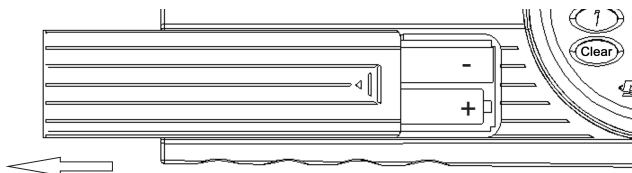

图5 电池盒的开启
- ☐ 将保险柜内的4节5号电池取出，按照第4页图5所示，开启电池盒盖，按照电池盒内极性标记装入电池后将盒盖复位。
- ☐ Take out four AA batteries from inside the safe and remove the battery compartment cover (Figure 5, P.4), then install the batteries properly into the compartment and replace its cover.
按图 5 所示方向移动电池盒盖并取下，按所示电池极性标记装入新的电池，盖上电池盒盖并移动到位。
电池极性不正确或电池不符合标准	按照图5所示，装上符合标准的电池